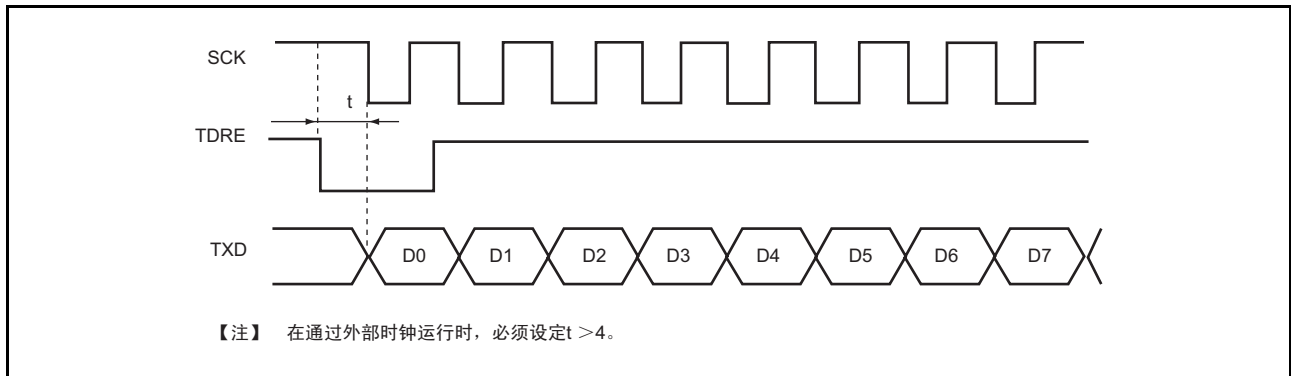

图 15.25 通过 DMAC/DTC 进行同步时钟传送的例子
1. 当将外部时钟源用于同步时钟时，在通过 DMAC/DTC 更新 SCTDR 后，必须通过外围运行时钟至少经过 5 个周期后输入外部时钟。如果在更新 SCTDR 后的 4 个周期以内输入发送时钟，就可能发生误动作（参照图 15.25）。